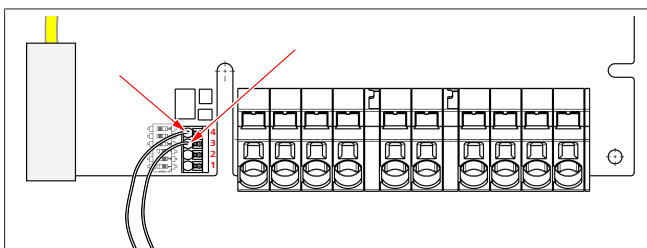

Bild 9
De båda kablarna från rundstyrningsmottagaren resp. den potentialfria kontakten måste anslutas till position 3 och 4 i den här kontakten (se Bild 9). Valfri beläggning (ordningsföljden) av de båda kablarna på pos. 3 och 4 (max. kabelarea 1,5 mm²).